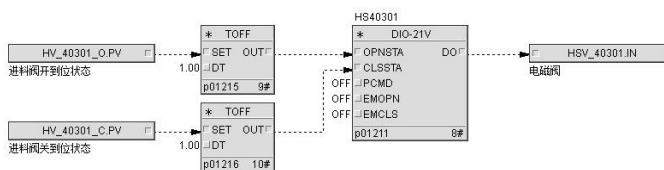

图 4.3.4.双 DI 单 DO 阀门程序搭建
- 基本参数内的模式设置 SAFE_OPT（输出安全模式选择）设置为不复位（即 SAFE_OPT=OFF）。输出安全模式生效的情况下，触发 OPFL 会马上复位 DO,需要对 DI 进行延时处理，如图 4.3.4 所示；